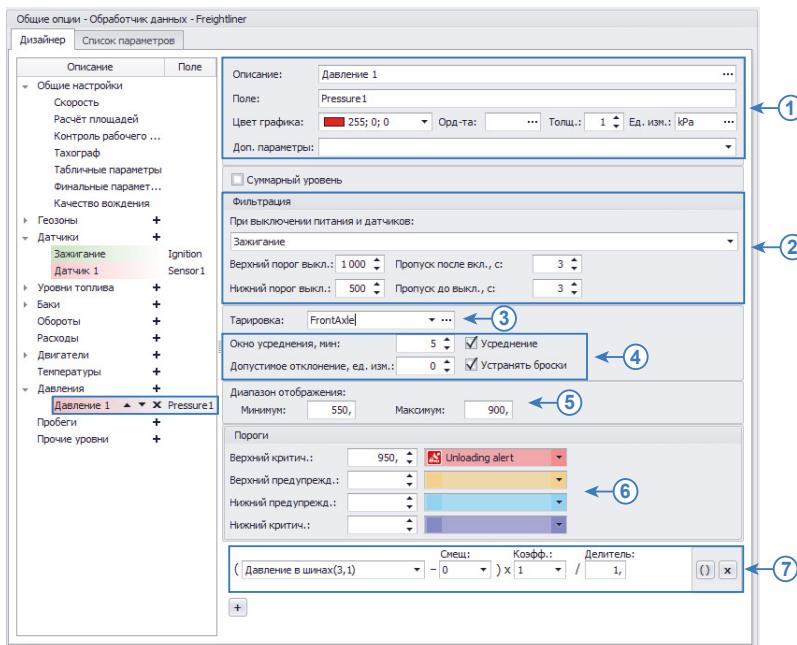

Рис.58. Создание параметра температуры.
Для обработки показаний давления необходимо добавить новый параметр в группу «Давления» Дизайнера (Рис.58).
**1. Общие настройки (Рис.58, п.1).** Общие настройки описаны в разделе «Общие настройки параметров», поэтому в данном разделе их настройка рассматриваться не будет.
### 2. Настройка первичной фильтрации показаний давления (Рис.58, п.2)
### 3. Настройка тарировочной таблицы (Рис.58, п.3)
В некоторых случаях могут иметь место резкие скачки и отклонения показаний, которые могут быть отфильтрованы путем усреднения. Фильтрация осуществляется путем усреднения показаний в течение интервала (окна усреднения) и оценки отклонения показаний датчика относительно средних значений. Если текущее показание превышает среднее значение на величину больше, чем допустимое отклонение, то показание будет отфильтровано. Для фильтрации бросков необходимо включить опцию «Устранять броски» и настроить следующие параметры фильтрации (Рис.58, п.4):
Диапазон показаний может быть ограничен. В этом случае на графике параметра давления будут отображаться только те значения, которые не выходят за пределы разрешенного диапазона. Для ограничения диапазона показаний необходимо перейти в группу настроек «Диапазон отображения» и настроить следующие поля (Рис.58, п.5):
Пороги настраиваются в блоке настроек «Пороги». Всего может быть настроено 4 порога (Рис.58, п.6): верхний критический, верхний предупреждения, нижний предупреждения и нижний критический. Для того чтобы порог обрабатывался, необходимо задать значение порога и присвоить иконку.
## 7. Расчет показаний давления (Рис.58, п.7)